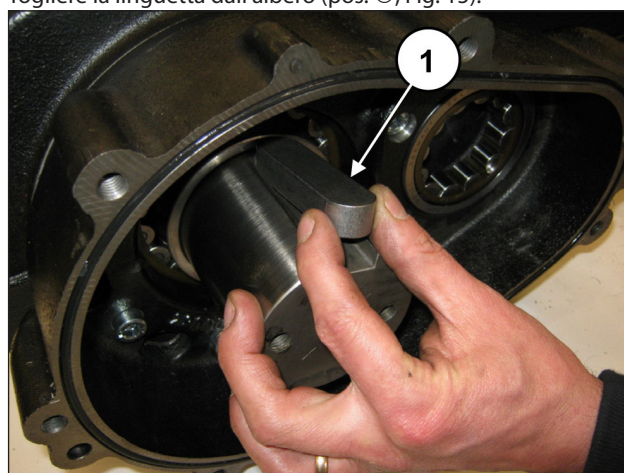

Fig. 15
Togliere la linguetta dall'albero (pos. ①, Fig. 15).